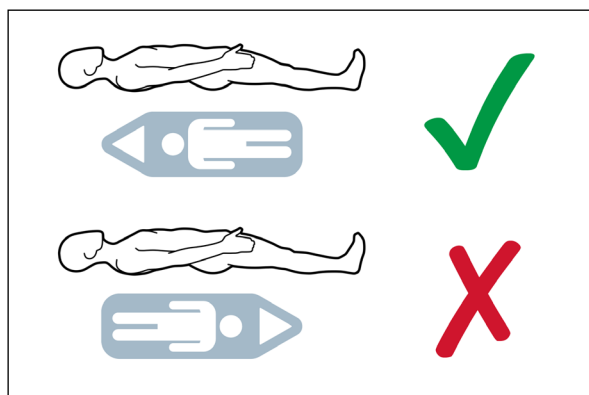
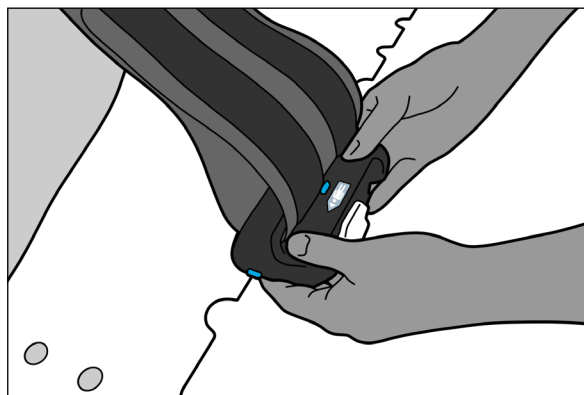

Fig. 5
Fig. 6
4. Assicurarsi che la leva del morsetto Zifix sia in posizione di sblocco e che il morsetto sia orientato correttamente, facendo corrispondere la direzione dell'etichetta con la direzione superiore e inferiore del paziente (Fig. 5). Quindi, far scorrere saldamente il morsetto sul bordo del dispositivo fino a quando non è completamente alloggiato (Fig. 6 e 7).